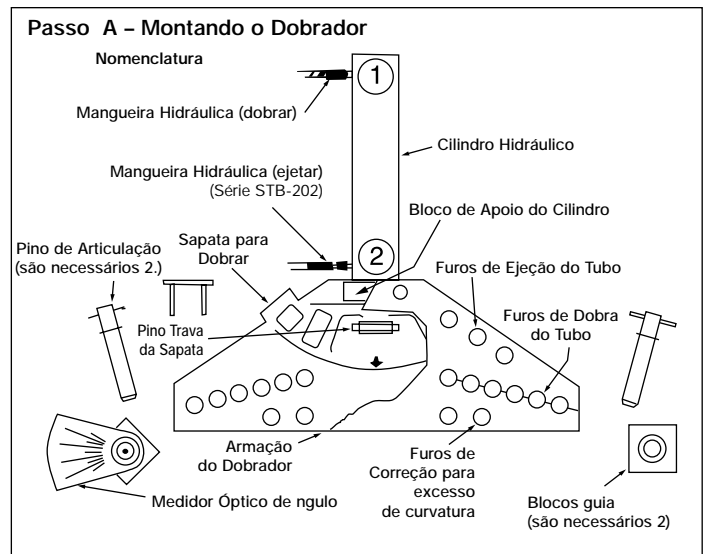

Figura 1, Montando o Dobrador
4.0 MONTANDO O DOBRADOR (VER FIGURA 1)